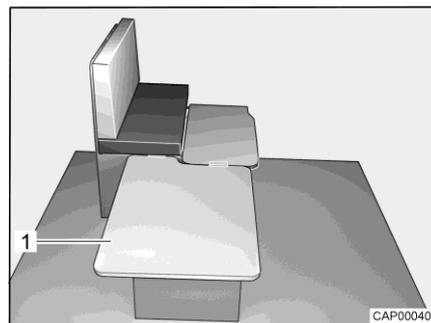

Fig. 76 Pendant la transformation
- Accrocher la planche amovible (Fig. 76,1) le long de la banquette et la poser sur la table.